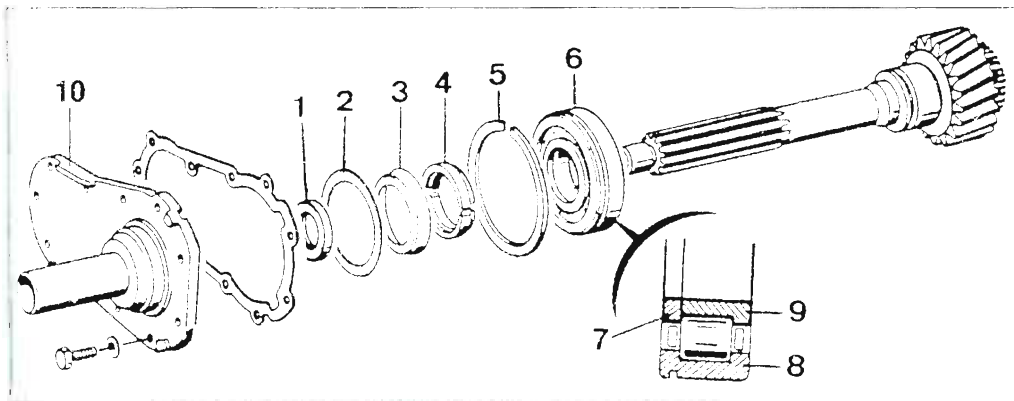

Рис. 3.10. Развернутый вид первичного вала
♦ Установите наружную обойму и кольцо (7) (рис. 3.10).